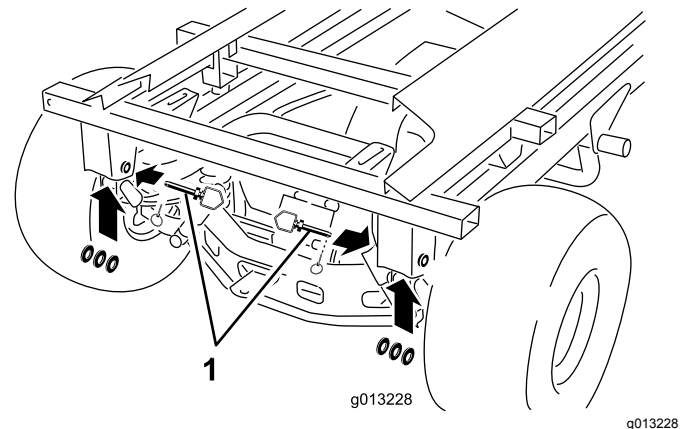

Рисунок 50
10. Извлеките задние шплинты с кольцом, пальцы сцепного устройства и шайбы (Рисунок 50).